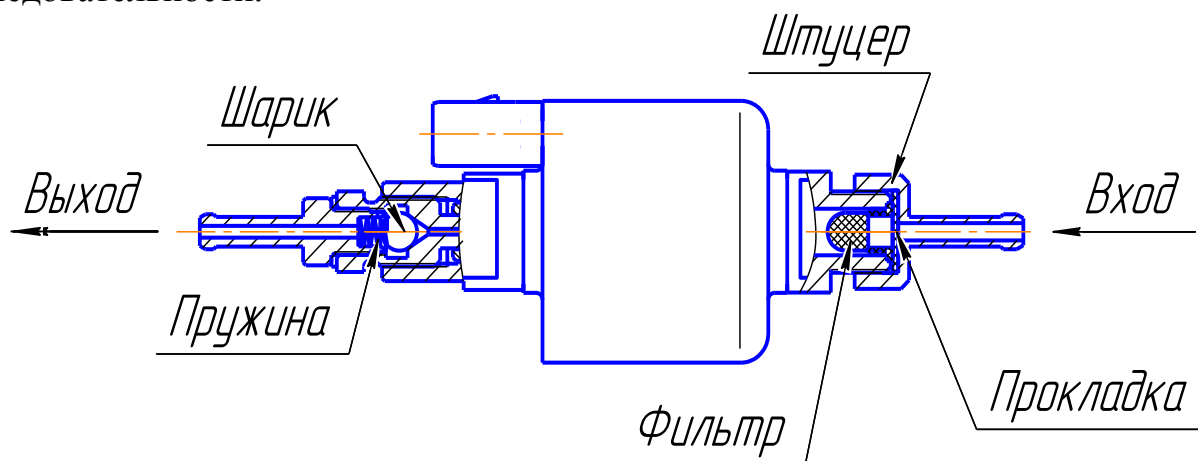

Рис. 11 -Топливный насос
#### 5.8.1 Топливный насос «ТН7» или «ТН8» (рис. 11).
- проверить герметичность соединения между корпусом топливного насоса и входным штуцером (см. рис.11). Проверку производить воздухом давлением не более  $1\text{кгс/см}^2$ . Давление подводить со стороны входа при этом выходной штуцер заглушить. Если соединение негерметично необходимо заменить прокладку в штуцере (см. рис 11).